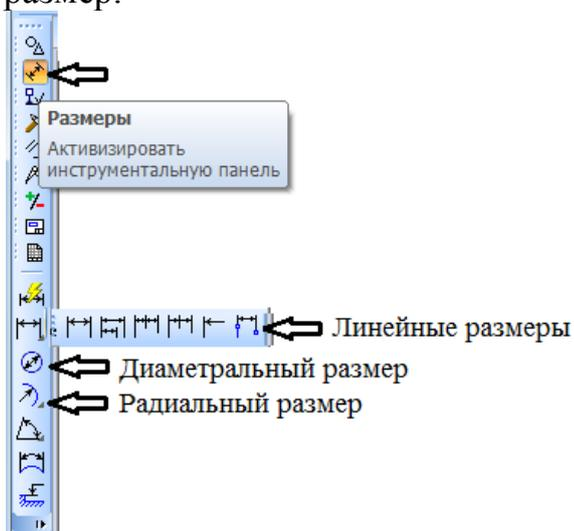

Рисунок 18.
12. Проставьте размеры. На компактной панели активизируйте **Размеры**, выберите необходимые размеры (рисунок 18). Для простановки «**Линейного размера**» достаточно щелчком мыши указать точки, между которыми ставится размер.